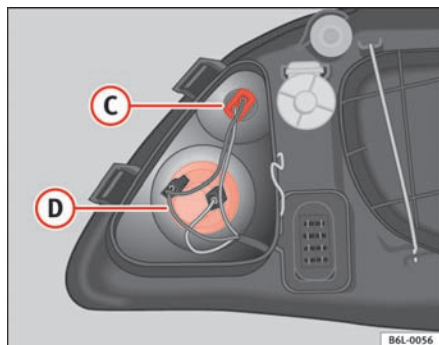

Fig. 149 Blinklys
- Drej fatningen mod venstre, og tag den ud af holderen ⇒ fig. 149 ①.